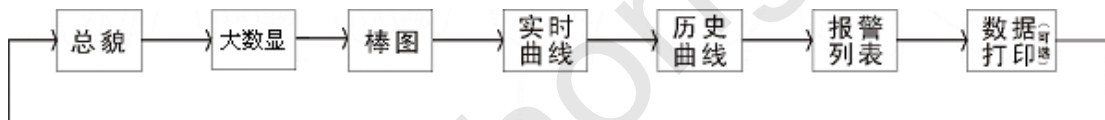

图 5.2 画面切换图
- 翻页键：按照下图 5.2 的顺序，按翻页键可以切换到不同的实时显示画面；